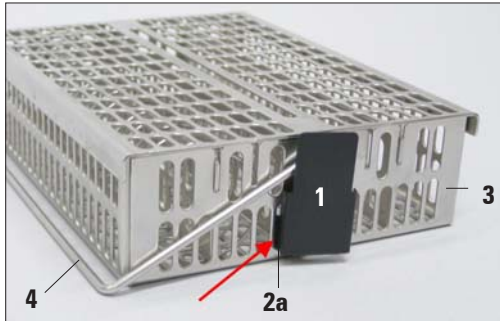

Figura 9
- Innestare il lato sinistro (2a) della linguetta antiriflesso (1) nel 7° foro (da sinistra) delle aperture ovali inferiori (figura 9).